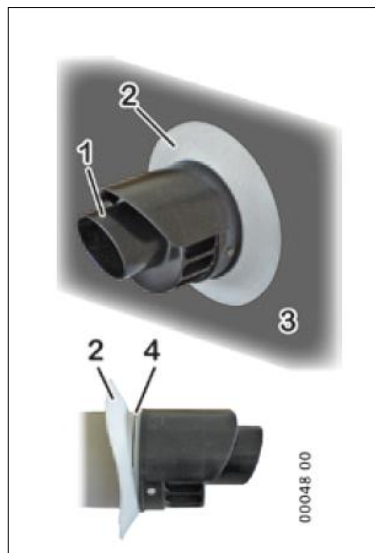

Figura 11 – terminale di scarico
- Montare il terminale di scarico coassiale orizzontale con la testina di scarico **1 IN ALTO**, rispettando le misure nel disegno (Figura 11).
- Controllare che il rosone elastico **2** sia alloggiato nella scanalatura **4** e che aderisca alla superficie del muro **3** (Figura 11).